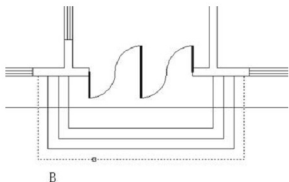

图 2.105 选择 B 线为剪切边界
(1) 在选择剪切边... 选择对象或全部选择>: 提示下, 选择台阶 B 线作为剪切边, 如图 2.105 所示。按 Enter 键进入下一步命令。